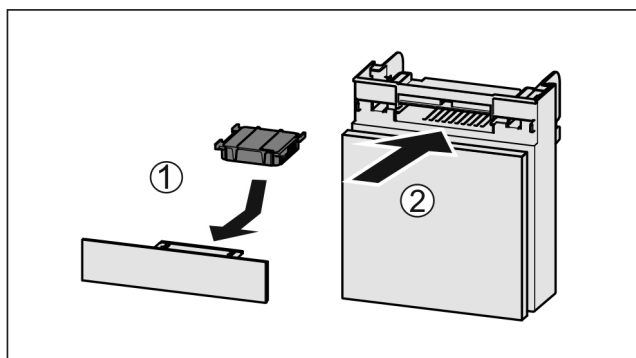

Fig. 95
- ▶ Wkładać Fig. 95 (1) filtr z węglem aktywnym zgodnie z ilustracją.
- ▶ Wsunąć komorę Fig. 95 (2).